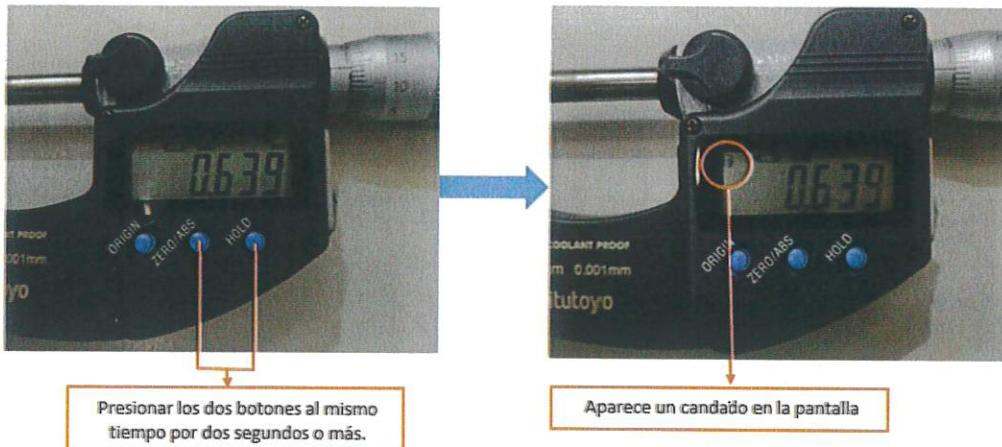

Figura 7. Bloqueo de funciones ZERO/ABS y HOLD
- c)  : El bloqueo de funciones. Ver figura 7 y 8